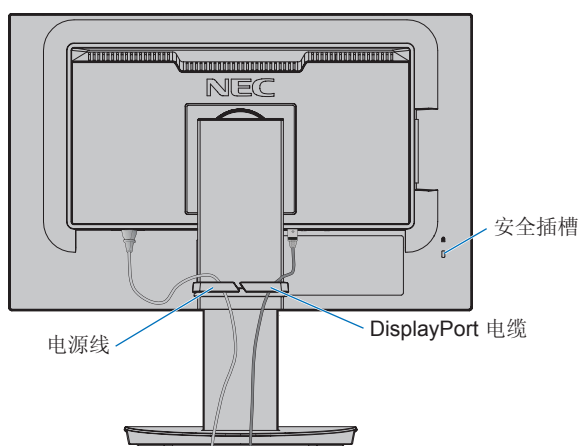
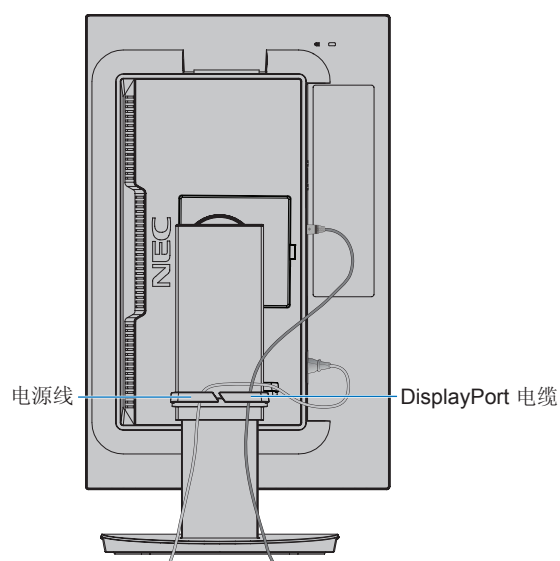

图 5
图 6
5. 安装电缆（图 5和图 6）后，请检查是否仍然可以旋转、升高和降低显示器屏幕。